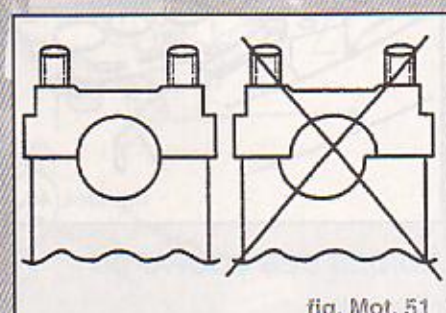

fig. Mot. 51
- Poser les chapeaux de paliers en tenant compte de la position excentrée de leur alésage (fig. mot. 51).